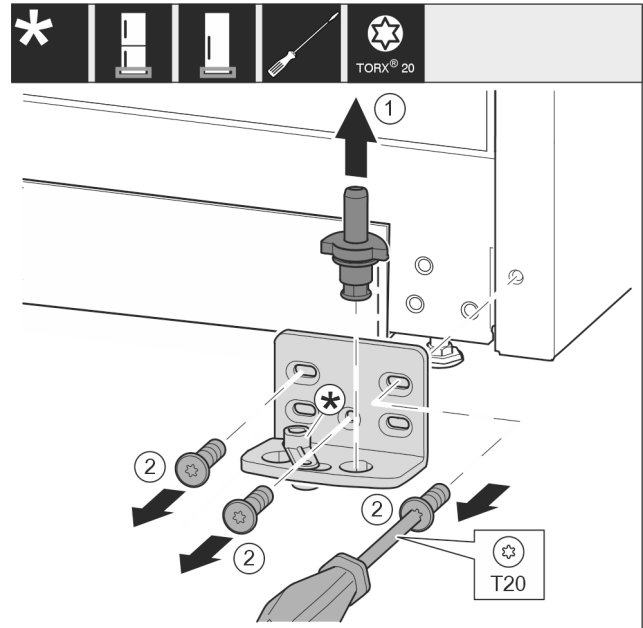

Fig. 9
- ▶ Húzza ki teljesen a csapszeget felfelé. Fig. 9 (1)
- ▶ Csavarja ki a csavarokat a T20 csavarhúzóval, és vegye le a csapágybakot. Fig. 9 (2)